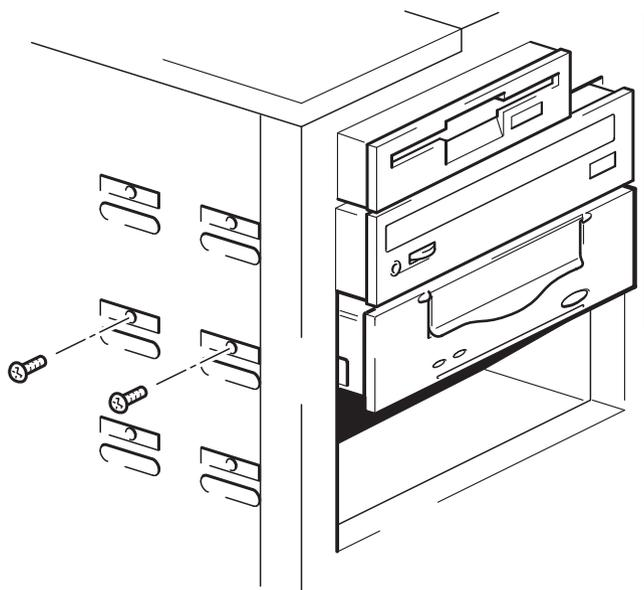

Abbildung 9b: Befestigen des Laufwerks ohne Einbauteile
- 1 Befestigen Sie das Bandlaufwerk in seiner Position. Überprüfen Sie, ob die Öffnungen seitlich am Bandlaufwerk an den Öffnungen im Gehäuse ausgerichtet sind. Befestigen Sie das Laufwerk mit den Schrauben aus dem Einbauschiene-Kit (siehe Abbildung 9b).